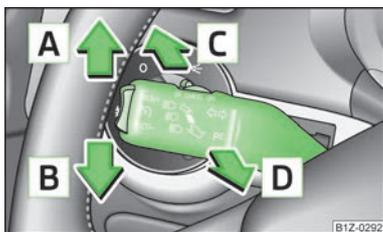

Fig. 28
- Presionar la palanca hacia arriba **A** » fig. 28 o hacia abajo **B**.